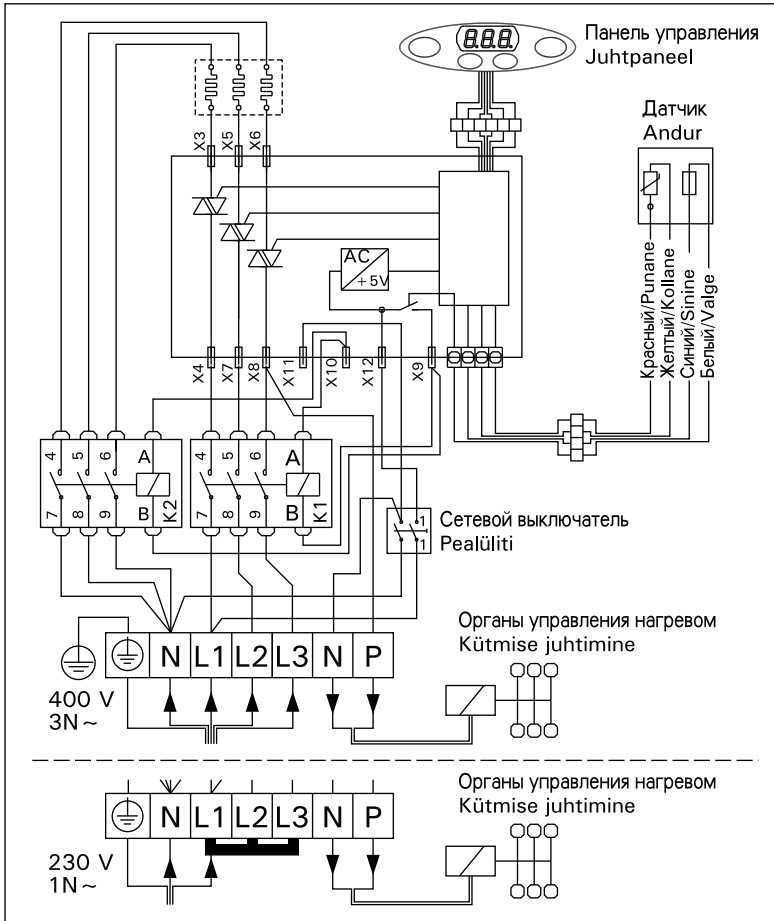

Рисунок 8. Подключение каменок PI
- Кроме разъемов питания каменки PI оснащены также разъемом (P), который делает возможным управление электрическим нагревом (см. рис. 8). Кабель управления электро-отоплением подводит прямо к розетке каменки и дальше с помощью
- Peale vooluvarustuse ühendusklemmide on PI-kerised varustatud ühendusega (P), mis võimaldab kütmist juhtida. Vt. joonis 8. Kütmise juhtimise kaabel on toodud otse kerise ühenduskarpi ning sealt kerise terminaaliblokki piki sama jämedusega kummiisolatsiooniga kaablit, mis ühenduskaabelgi.